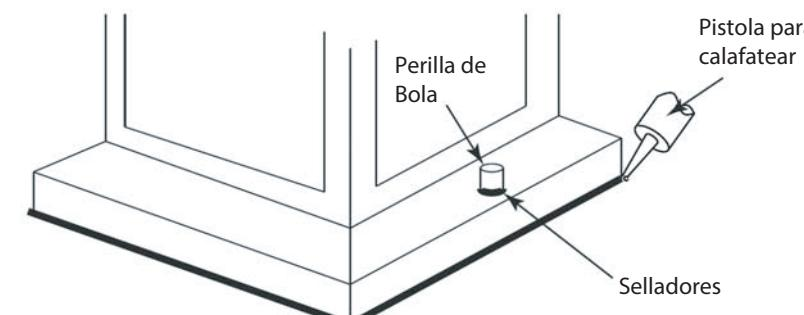

Figura 2
- Conecte el cable de alimentación positiva (A) (normalmente negro el lado no marcado suave del cable de dos conductores) de plomo accesorio positivo (B) con un giro de tamaño appropiately conector – **Véase la Figura 2 y 3.**
- Conecte el cable de alimentación negativa (C) (por lo general de color blanco o el lado marcado estriado del cable de dos conductores) de plomo accesorio negativo (D).
Loop alambre de tierra (E) (generalmente de cobre o verde recubierto de plástico) debajo de la cabeza del tornillo de tierra (S) en la brida de montaje accesorio (M) y conectar con el extremo suelto del cable de tierra luminaria directamente al cable de tierra del sistema de construcción con un tamaño adecuado twist-connectores – **Véase la Figura 2.**
Después asegurar fijo en su lugar, se recomienda que la distancia entre la parte superior y la base de montaje del acceso se sellará con cualquier buen masilla impermeable de calidad o sellador de silicona (no incluido). También se recomienda que una pequeña capa de madilla o sellador de ser sometidos a los mandos de bolas utilizadas para montar accesorio – Véase la Figura 2.